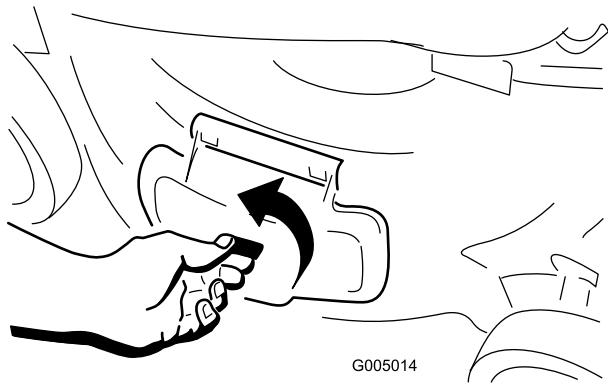

Figure 20
- Déverrouillez le volet d'éjection latérale (Figure 20).